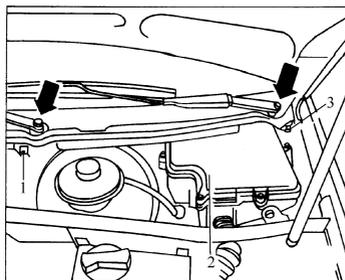

图 2-18 拆下刮水器臂
- 40) 拆下图 2-18 箭头所示刮水器臂。
- 41) 拔下如图 2-18 所示导流板卡箍 1 和 3(3 个)。
说明:第三个卡箍在图 2-18 中看不见。
- 43) 从电器盒上拆下下盖 2(图 2-18)。